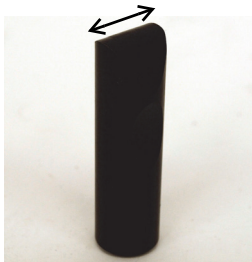

Figura 5-32 O lado mais longo da ponta da sonda
1. Coloque a sonda entre dois calços no padrão, posicione o lado mais longo da ponta da sonda (veja Figura 5-32 na página 151) perpendicularmente em relação aos sulcos e, em seguida, pressione a tecla A-LIFT NULL (  ).